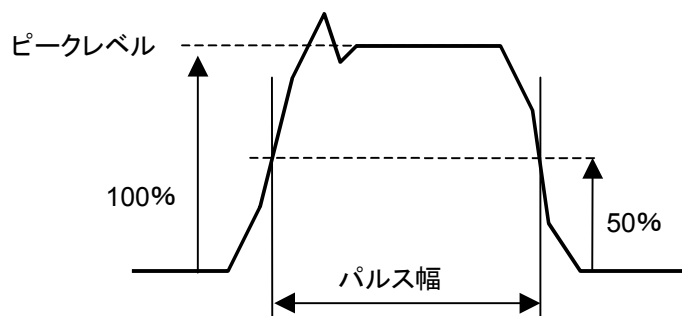

図11.1.3-2 波形の測定箇所
8. オシロスコープの波形を観測し、図11.1.3-2 に示すようにピークレベルの半分の振幅でパルス幅を測定し、測定結果を記録します。